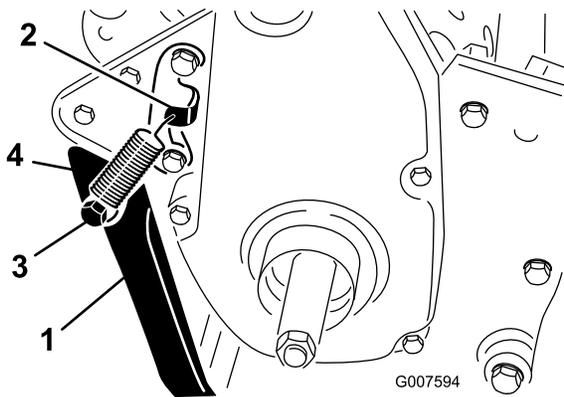

Figura 6
2. Enganche el muelle en el taladro del soporte y al anclaje, alineando el caballete con los taladros de montaje del bastidor trasero (Figura 6).
- 3. Sujete el caballete a cada lado del bastidor con un perno, una arandela de freno, un espaciador, una arandela plana y una contratuerca (Figura 6). El espaciador debe colocarse en el taladro de montaje del caballete.